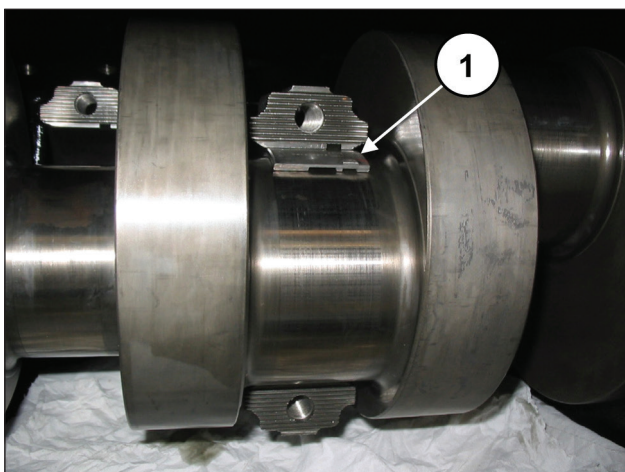

Fig. 57
Introducir los semicojinetes superiores entre las bielas y el eje (pos. ①, Fig. 57).